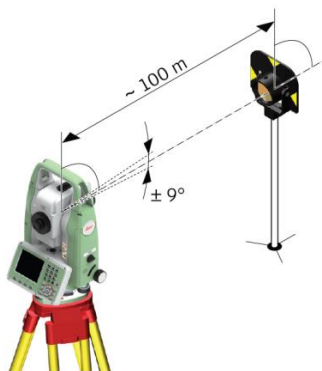

Рисунок 23 – Наведение зрительной трубы электронного тахеометра на круглую призму с вехой
5. Наведите трубу на точку, находящуюся от инструмента на расстоянии примерно 100 метров и не более 5° от горизонтальной плоскости (рисунок 23).